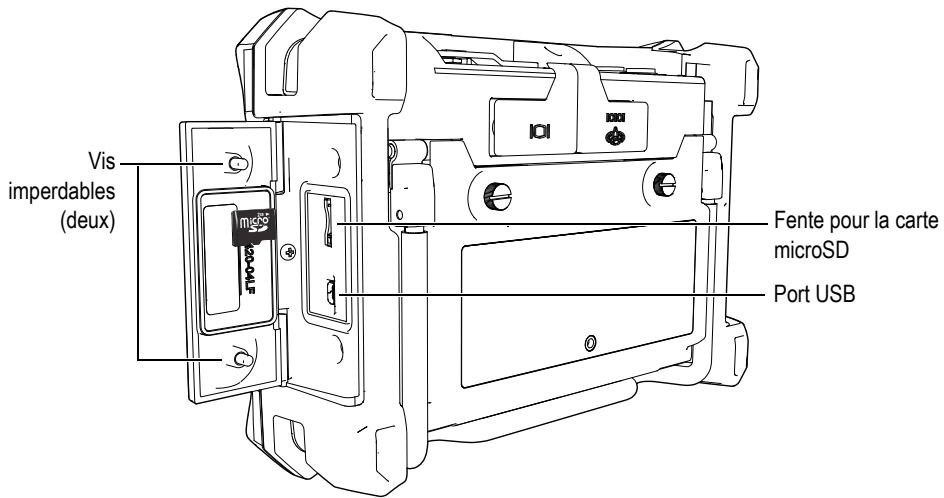

Figure 2-12 Installation de la carte microSD
2. Désérrez les deux vis imperdables, et puis ouvrez le couvercle E-S de l'appareil (voir la Figure 2-12 à la page 46).